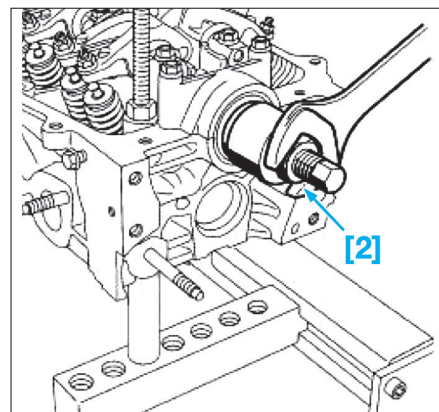

Fig. 38
- [2]. Extracteur de joint d'arbre à cames 30 x 42 x 7 (Mot. 1381) (Fig.38).
- Mettre en place l'extracteur [2] (Fig.38).